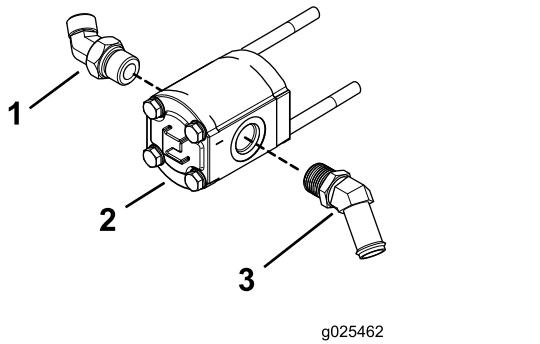

Bild 5
Hinweis: Stellen Sie sicher, dass die Anschlussstücke mit den Winkeln, siehe Bild 5, befestigt sind.
1. Drehen Sie das 45-Grad-Anschlussstück mit O-Ringen in die Fahrerseite der Pumpe (Bild 5).
2. Drehen Sie das 45-Grad-Anschlussstück mit Schlauchzahnung in die rechte Seite der Pumpe (Bild 5).